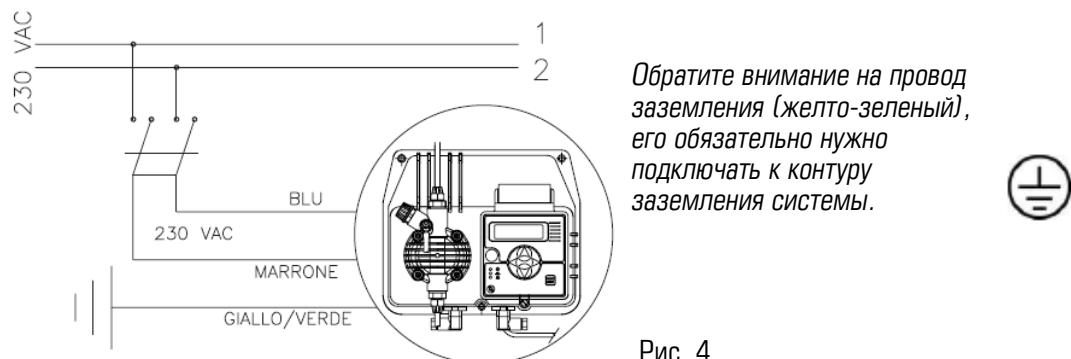

Рис. 4
- b.** – Перед началом установки ознакомьтесь с правилами электрических подключений в вашем регионе. (Рис. 4)